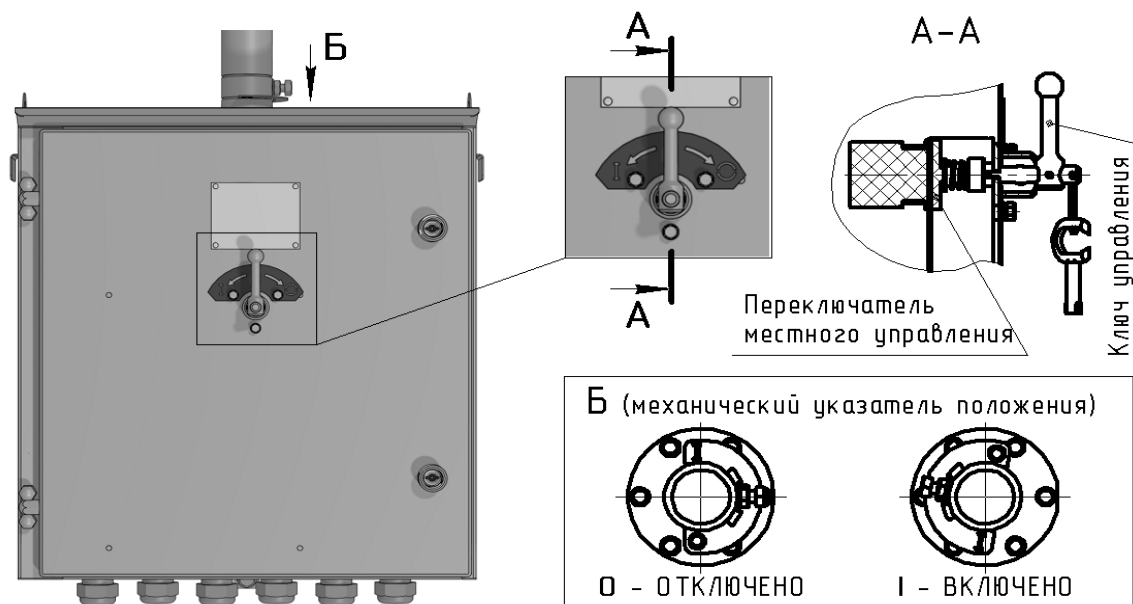

Рисунок 2 - Управление приводом с помощью ключа местного управления
4.1.9 Ключ местного управления (см. рисунок 2) можно установить/снять с двери только в исходном (вертикальном положении).